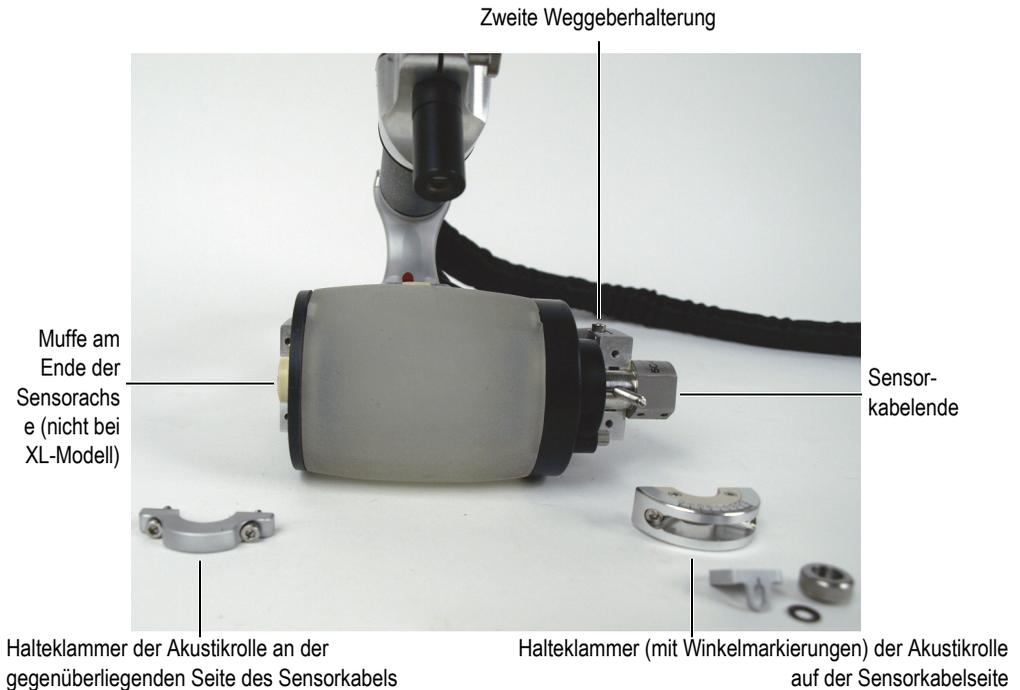

Abbildung 6-31 Montieren der Halteklammern der Akustikrolle
3. Setzen Sie die Akustikrolle in die Lager des RollerFORM Rahmens ein. Stellen Sie sicher, dass das Sensorkabel auf der Seite der zweiten Weggeberhalterung liegt (Abbildung 6-31 auf Seite 111).